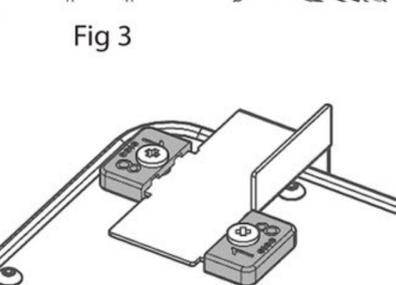

Fig 3
- 4) Ensamblar las palancas de lanzamiento y los pestillos de freno para guías (Véase Fig.3) (Nota: Asegure que los pestillos de freno estén ensamblados en la posición correcta, cuando están bien instaladas tendría que verse en la parte de plástica el número 18 (Véase Fig.3a))
Assembler les clips pour coulisses anteriores et les butées arrière. (Voir Fig. 3) (Notez: s'assurer que les butées arrière sont correctement positionnés, après le montage, on doit voir la partie en plastique avec le numéro 18(Voir Fig.3a))